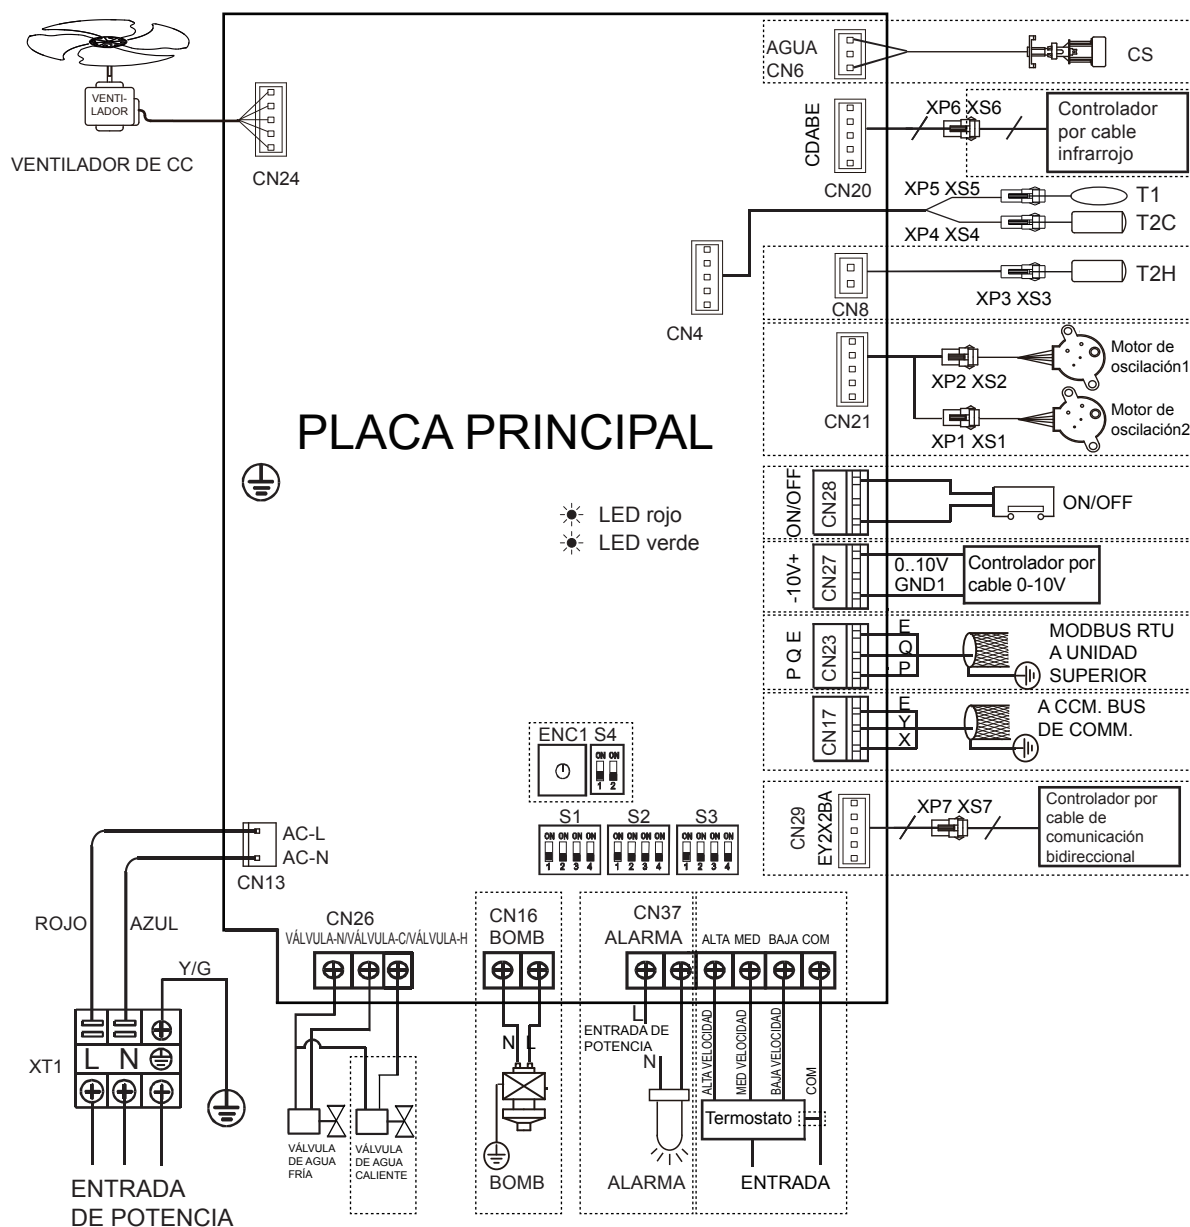
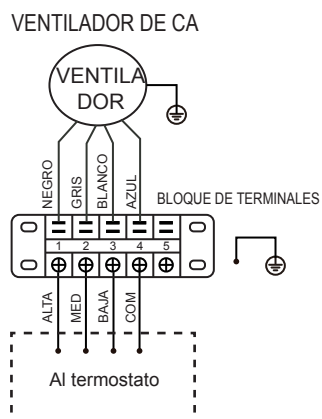

Figura 5-20 Diagrama del cableado (I-VM; I-VN)
Figura 5-22 Diagrama del cableado (version 3V-VM; 3V-VN)
- Realice las conexiones eléctricas de acuerdo con la placa de características del cableado (Figura 5-20 o Figura 5-22) de la unidad.